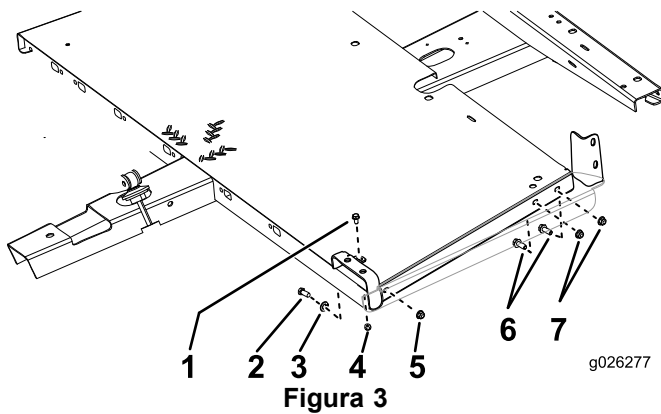

Figura 3
1. Prenda os painéis da placa inferior à estrutura como se mostra na Figura 3.